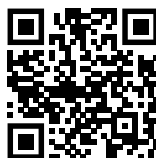

Fig. 154
- Abrir el [Liebherr SmartMonitoring Dashboard](https://smartmonitoring.liebherr.com). (consulte Fig. 154) .